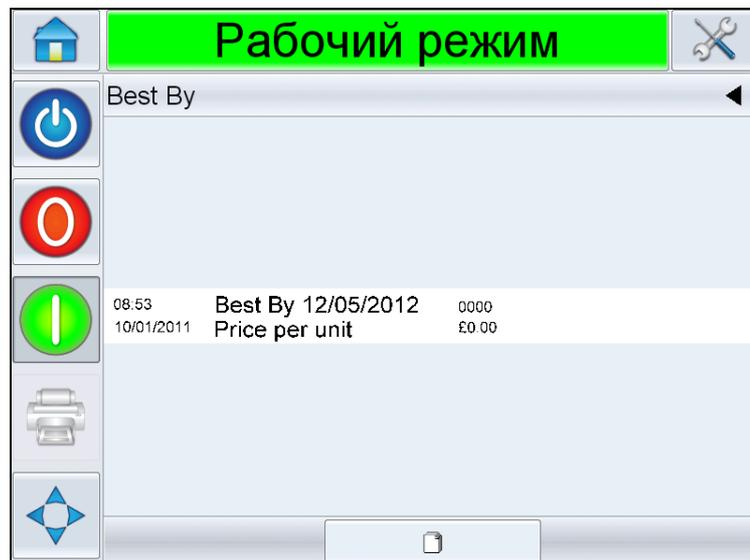

Рис. 6-2: Отображение подробной информации о текущем задании на печать
- 2 Это отобразит предварительный просмотр данного задания на печать, как показано на Рис. 6-2.